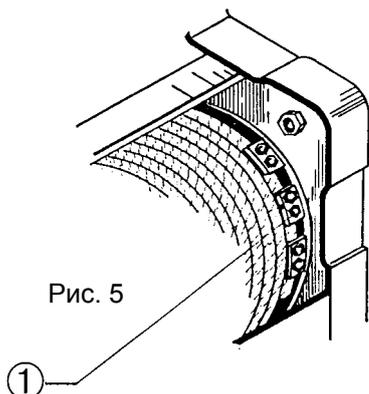

Рис. 5
**!** Чтобы демонтировать трос: снять клиновую втулку (Рис. 4), после этого изъять конец троса из скобы и снять трос со шкивов (роликов) блока и возврата, если он имеется. Полностью отмотать трос с барабана, нажав на кнопку "вниз" на кнопочном пульте управления. Отвинтить крепежные болты на зажимных пластинах троса (Рис. 5).
**Монтаж нового троса:** вставить трос в последнюю зажимную пластину крепления так, чтобы конец троса выступал примерно на 40 мм; затянуть винты зажимной пластины (Рис. 5 - поз. 1) вплоть до расплющивания троса, закрепить с помощью остальных зажимных пластин.